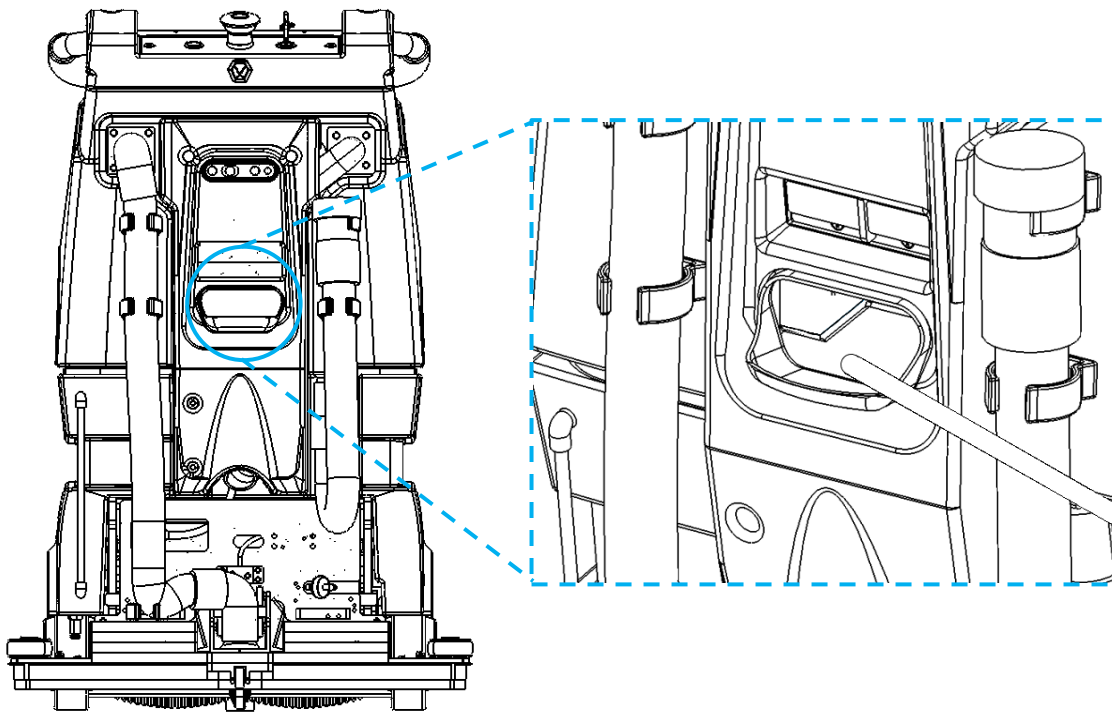

Fig. 2
4. Placez l'autre extrémité du tuyau dans l'entrée d'eau propre et rincez le réservoir d'eau propre en le remplissant d'eau (Fig. 2).